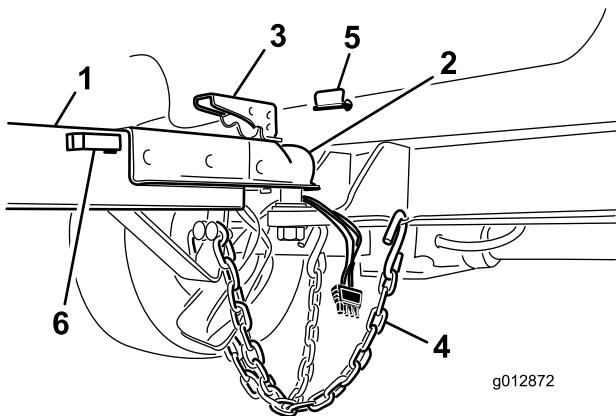

Figura 11
2. Sollevate la leva del giunto sul timone abbassando nel contempo la copertura sull'attacco a sfera (Figura 11).